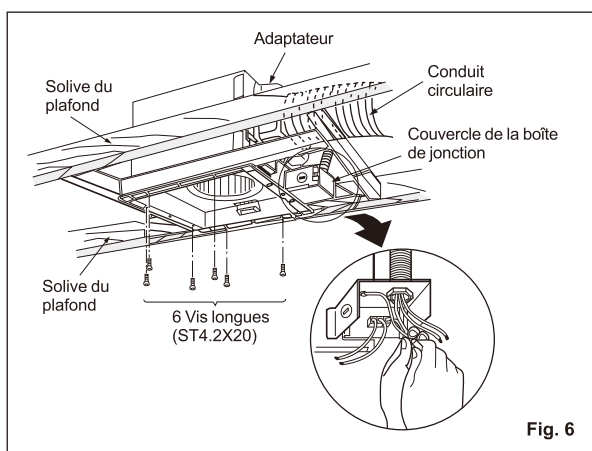

Fig. 6
- Insérez le conduit circulaire (6 po) dans l'adaptateur. Retirez le couvercle de la boîte de jonction et fixez le conduit au trou de la débouchure de la boîte de jonction (trou de 7/8 po). (Fig. 6)